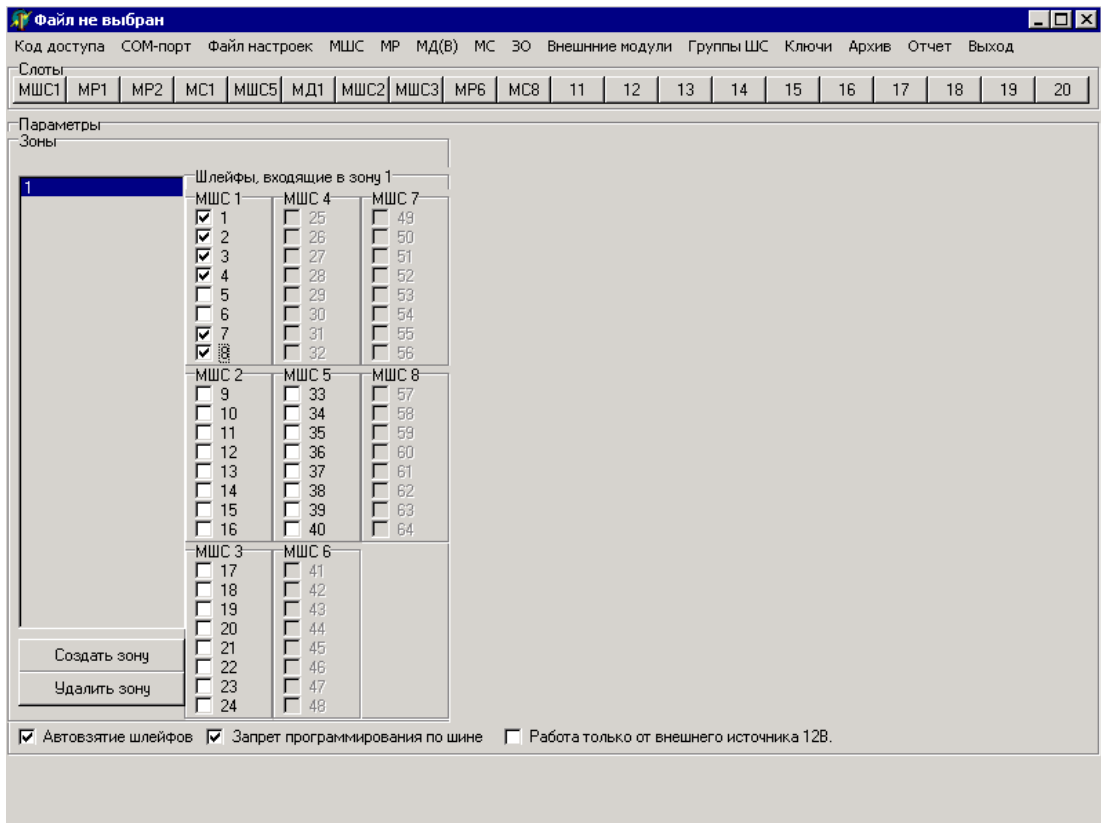

Рисунок 13
2.1.5.3 При нажатии командной кнопки «Создать зону» в конце списка зон появляется новая зона (первоначально пустая) с автоматически сформированным порядковым номером. В списке «Шлейфы, входящие в зону» необходимо отметить значком «√» те ШС, которые входят в текущую (создаваемую) зону (рисунок 13):